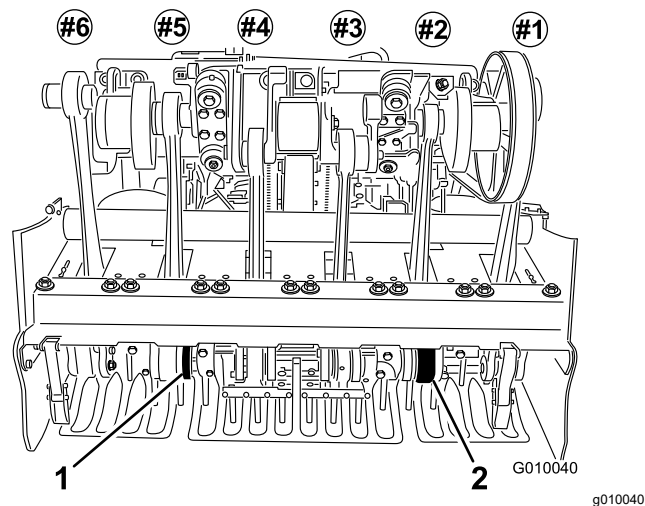

図 25
6. タインホルダー #2 と #5 図 25 にタインを取り付け、キャップスクリューで固定する。